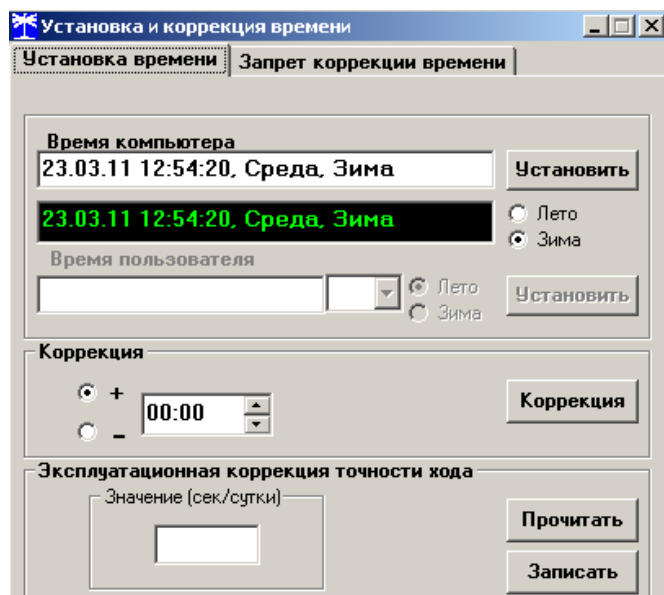

Рисунок 4 – Форма «Установка и коррекция времени»
9.3 Прямая установка времени счётчика производится по нажатию кнопки «Установить», расположенной на поле формы (рисунок 4). При этом время компьютера переписывается в счетчик, а факт записи времени фиксируется в журнале коррекции времени и даты счетчика. Флаги «Лето», «Зима» относятся к конфигуратору и устанавливаются оператором вручную в зависимости от сезона перед установкой времени счетчика.